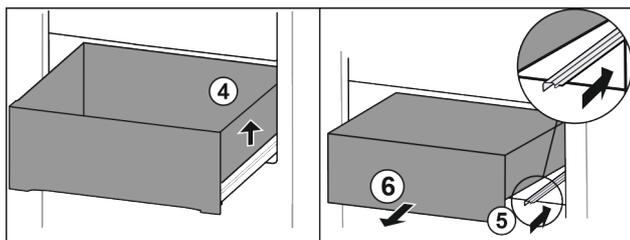

Fig. 22
- ▶ Nadzvedněte zásuvku vpravo. Fig. 22 (4)
- ▶ Zasuňte pravou kolejničku. Fig. 22 (5)
- ▶ Vjměte zásuvku dopředu. Fig. 22 (6)